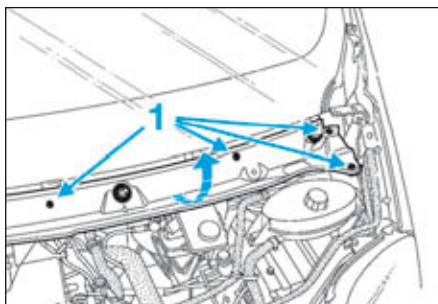

FIG.85
- les vis (1) de la cloison de boîte à eau (Fig.85),